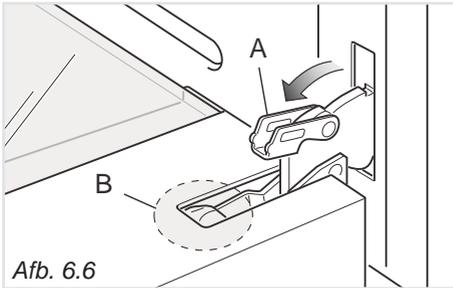

Afb. 6.5
- Open de deur volledig (afb. 6.5).